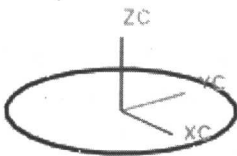

图 1-18
(2) 选择【插入】→【曲线】→【基本曲线】命令，或从【曲线】工具条中单击按钮，进入基本曲线绘制方式。单击（圆）按钮，在【跟踪栏】对话框中指定圆的参数，半径为 36，圆心为 (0, 0, 0)，按 Enter 键后生成一个圆，结果如图 1-18 所示。